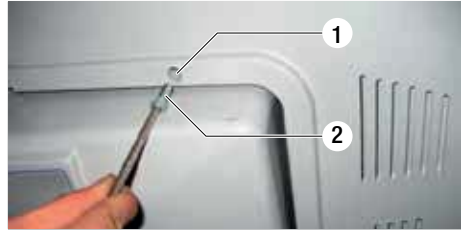

Bild 26
- Abdeckung Dachluke mit 4 Inbusschrauben M6×15 befestigen (Bild 26).